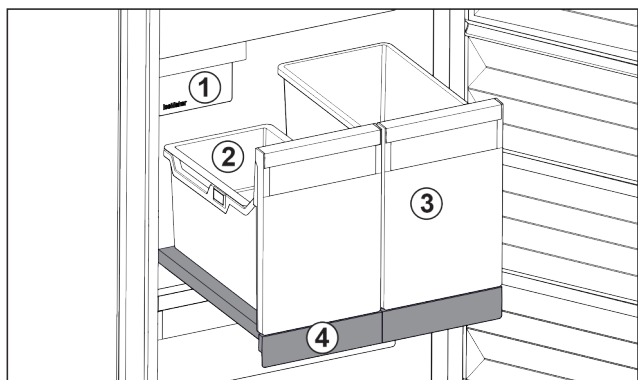

Fig. 32 Estante extraíble con IceTower
- (1) IceMaker
- (2) Bandeja suspendida para cubitos de hielo
- (3) Recipiente para, por ejemplo, pizza, bebidas alcohólicas, etc.
- (4) Estante extraíble
En el estante extraíble hay dos recipientes altos (IceTower). En el recipiente Fig. 32 (2) se recogen y almacenan los cubitos de hielo del IceMaker. El recipiente Fig. 32 (3) es adecuado para conservar productos altos, como pizzas o bebidas alcohólicas.